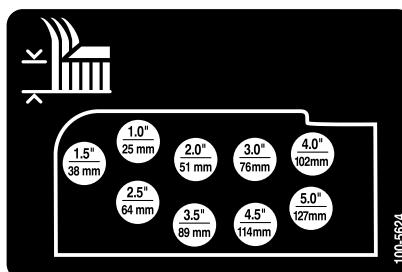

Рисунок 17
9. Закрепите цепи для изменения высоты скашивания в требуемом отверстии с помощью шплинтующего штифта и игольчатого шплинта (Рисунок 17).